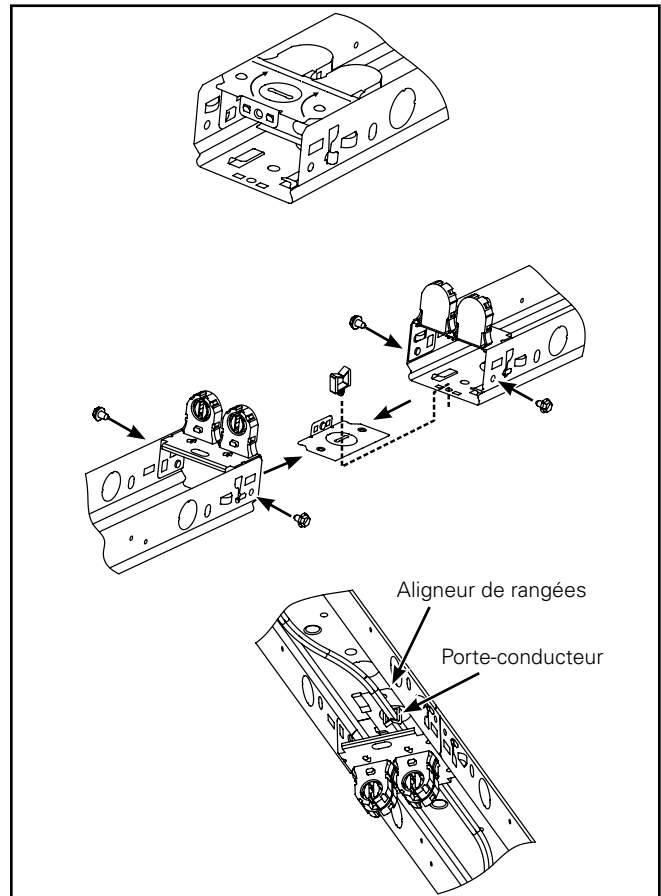

Figure 3.
1. Pliez l'aligneur de rangées et séparez-le du rail pour douilles (Figure 3.).